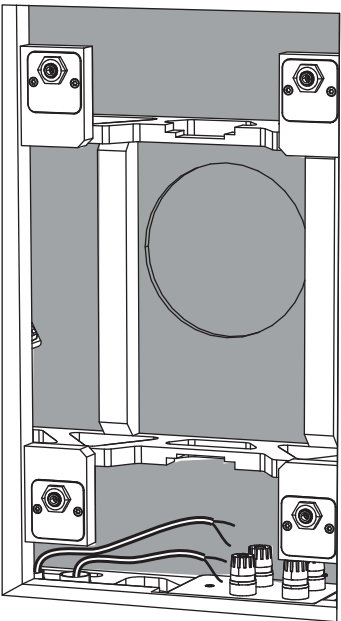

Fig. 7. Panel de yeso retirado de la abertura
4. Después de la instalación del panel de yeso, corte con cuidado el orificio en el panel de yeso con una herramienta manual adecuada, utilizando la abertura de la lata trasera como guía (Fig. 7). Tenga cuidado de no cortar el interior de la abertura trasera de la lata ni cortar los cables de los altavoces. Asegúrese de que la abertura del panel de yeso no sea más grande que la abertura de la lata trasera. Quite el polvo o la suciedad del interior de la lata trasera.